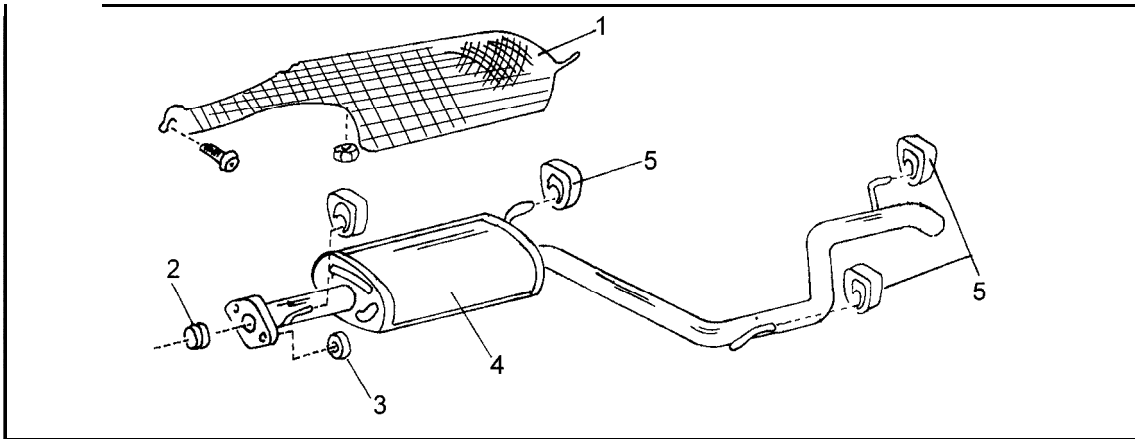

Bild 353
Dieses ist bei allen Fahrzeugen eingebaut. Um an die Abdeckung heranzukommen, muss der hintere Abschnitt der Auspuffanlage entsprechend Bild 353 ausgebaut werden. Der Flansch des hinteren Schalldämpfers (4) wird vom vorderen Auspuffrohr oder vom Katalysator abgeschraubt. Danach den Schalldämpfer nach hinten aus den Gummiaufhängungsschlaufen herausziehen. Nach Ausbau des Schalldämpfers das Wärmeschuttschild (1) abschrauben.